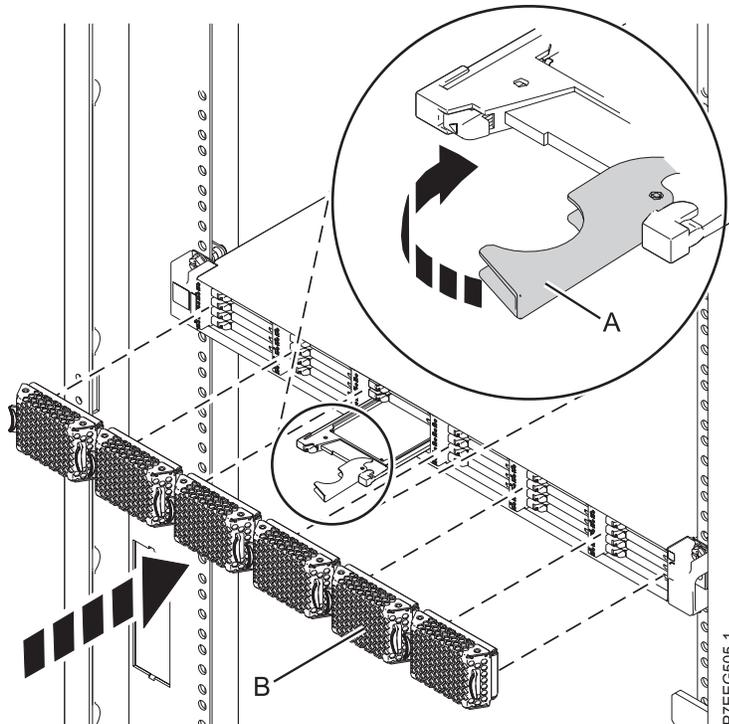

Figure 33. Remplacement d'une unité SSD dans l'armoire de stockage PCIe ED/R1.
4. Lorsque le voyant d'identification de l'unité SSD clignote, faites glisser complètement l'unité SSD dans l'armoire de stockage PCIe ED/R1 jusqu'à ce qu'il soit complètement encastré. Puis tournez la poignée (A) pour la mettre en position verrouillée. Pour plus d'informations, voir figure 33, à la page 55.
5. Installez le panneau (B).